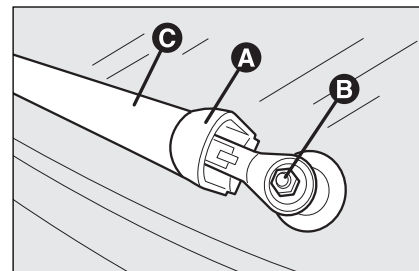

fig. 2
- klap de dop **A-fig. 2** omhoog, draai de moer **B** los en verwijder de arm **C**;